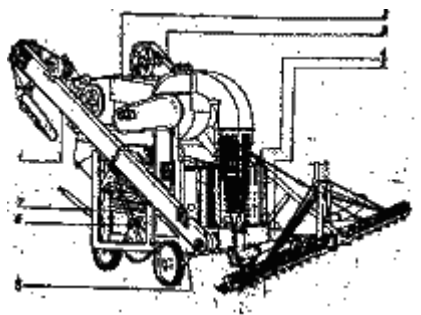

Рис. 1. Зерноочистительная машина:
Основные рабочие органы очистителя вороха самопередвижного (см. рис. 1): загрузочный транспортер, воздушно - очистительная часть, приемная камера, решетные станы, шнек фуражных отходов, отгрузочный транспортер — смонтированы на раме, установленной на обрешиненном колесном ходу.
4.8. Рама, ходовая часть. Все рабочие органы машины смонтированы на сварной раме 8 (рис. 1), установленной на трех обрешиненных колесах. Основой ее являются стойки — две передние и две задние, связанные между собой нижним поясом и верхними стяжками. К задним стойкам приварены оси, на которых помещены задние колеса. От осевых, смещений колесо фиксируется упорными кольцами. На дисках колес смонтированы звездочки для приводных цепей.